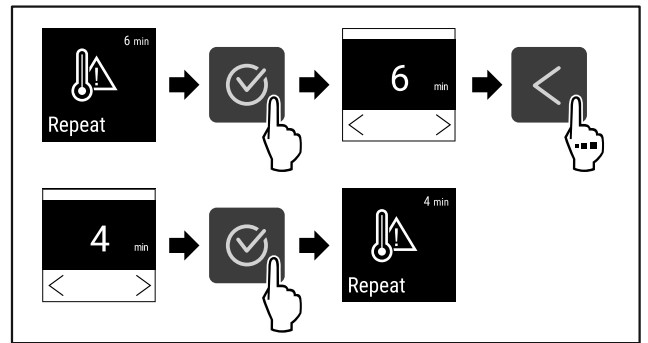

Fig. 100
- ▶ Efectuați pașii de acțiune (vezi Fig. 100).